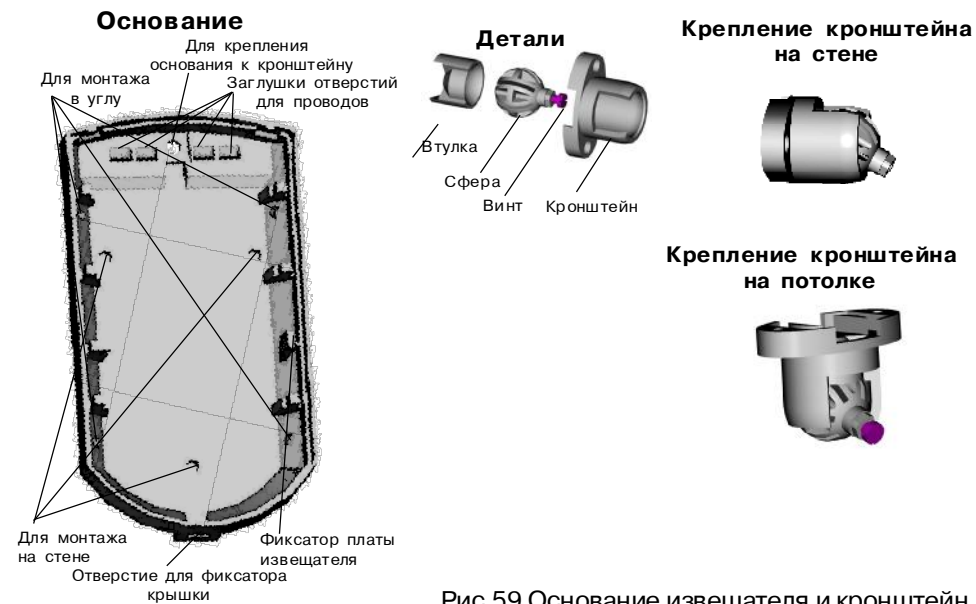

Рис.59 Основание извещателя и кронштейн
- снимите крышку извещателя, отжав при помощи отвертки фиксатор через отверстие расположенное в нижней части основания извещателя (рис. 59);